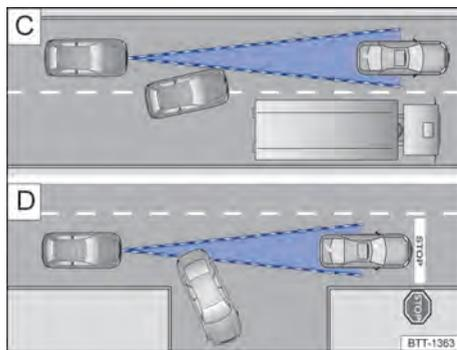

Fig. 98 C) Mudança de faixa. D) Veículo virando ou parado.
Por exemplo, se um veículo detectado pelo ACC virar ou mudar de faixa, e se houver um veículo parado à frente deste veículo, o ACC não reagirá ao veículo parado → Fig. 98 .
- Veículos que mudam para a faixa onde você se encontra com pouca distância do veículo → Fig. 98 .